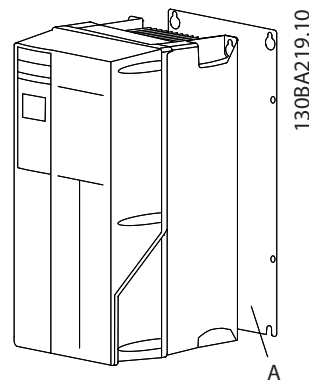
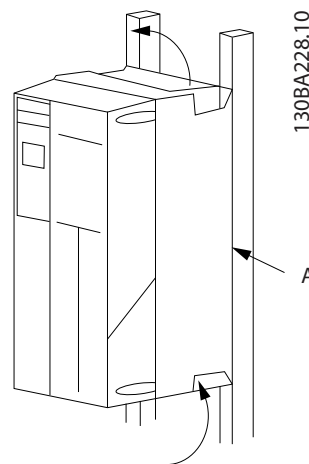

Ilustración 2.2 Montaje correcto con placa posterior
Ilustración 2.3 Montaje correcto con raíles
- Monte la unidad sobre una superficie plana y sólida o sobre la placa posterior opcional para suministrar un flujo de aire de refrigeración (véase la Ilustración 2.2 y la Ilustración 2.3).